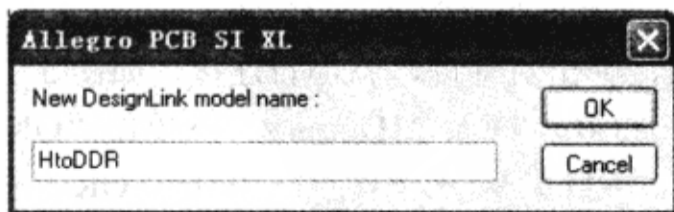

图 5-2-5 “Allegro PCB SI XL”对话框
(3) 在“SI Model Browser”对话框中单击“Add →”按钮→从弹出的菜单中选择“DesignLink”→弹出“Allegro PCB SI XL”对话框→输入新的 DesignLink 模型名“HtoDDR”，如图 5-2-5 所示。